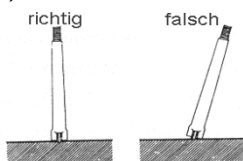

Abb. 8
- * Quando si misurano le temperature superficiali, assicurarsi che la sonda di temperatura sia ben a contatto con la superficie da misurare (Fig. 8).